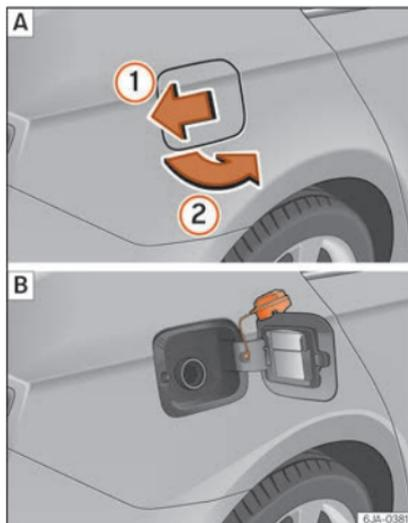

Abb. 49 Fahrzeugseite hinten rechts: Tankklappe / Tankklappe mit abgeschraubtem Verschluss
- Drücken Sie in Pfeilrichtung auf die Tankklappe ① »» **Abb. 49 A** und öffnen Sie die Klappe in Pfeilrichtung ②.
- Stecken Sie den Tankverschluss in den oberen Teil der Tankklappe »» **Abb. 49 B**.